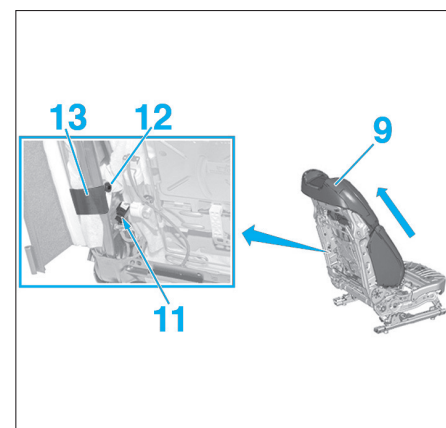

Fig. 10
- Débrancher les connecteurs (11) (Fig.10).
- Déposer l'écrou (12).
- Dégager la sangle (13).
- Déposer la coiffe de dossier (9) (suivant flèche).